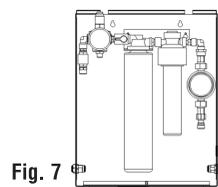

Fig. 7
4. L'installatore provvede ad aprire il pannello dell'accessorio split come da (FIG. 7) togliendo la vite anteriore.